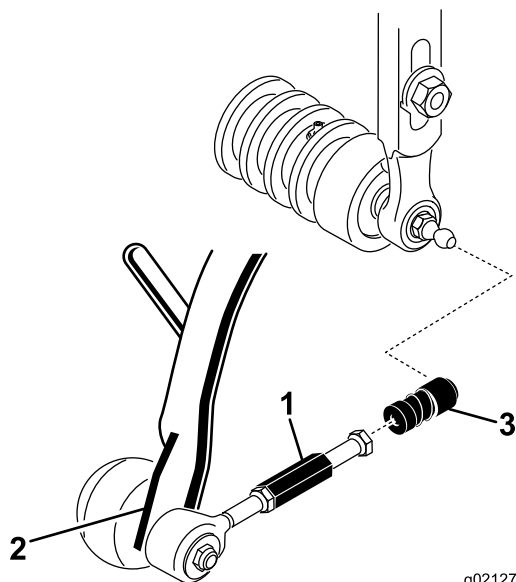

Bild 10
3. Schieben Sie die Hülse an jeder Kugellageraufnahme zurück und haken Sie die Aufnahme in den Kugelbolzen der Schneideinheit ein (Bild 10).